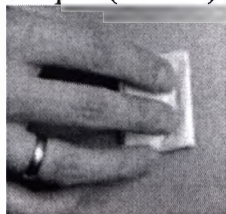

Рис.25.
6. Протрите место инъекции (живот, бедро или плечо) салфеткой, смоченной в этиловом спирте (Рис.25).